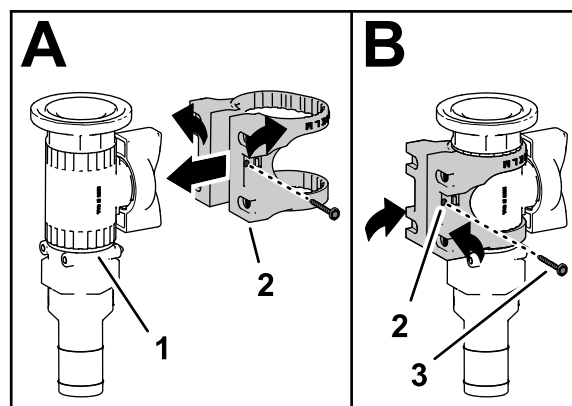

Bild 40
- Befestigen Sie die Ventilhalterung am geflanschten Regelventil, wie in A in Bild 40 abgebildet.
- Befestigen Sie die Ventilbefestigung mit dem Bundbolzen (Nr. 6) am Regelventil und ziehen es mit der Hand an (B in Bild 40).